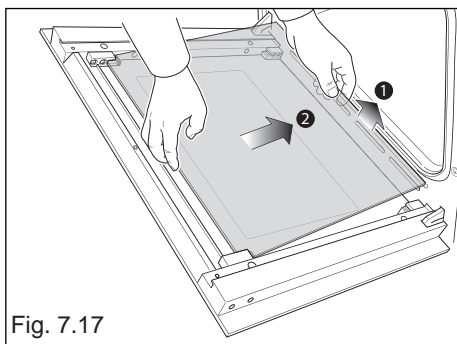

Fig. 7.17
- Soulevez doucement le bord inférieur de la vitre (flèche 1 sur la fig. 7.17) et retirez-la en la dégageant des pinces supérieures (flèche 2 sur la fig. 7.17).